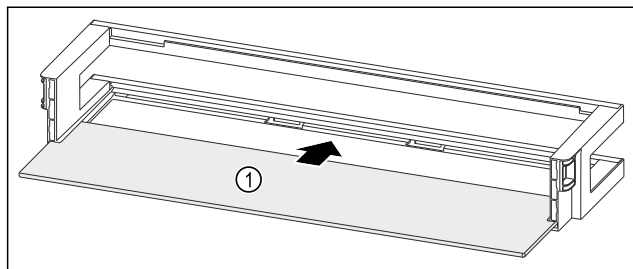

Fig. 129 Półka w drzwiach z półką
- ▶ Wsunąć półkę Fig. 129 (1) w boczne wycięcia.